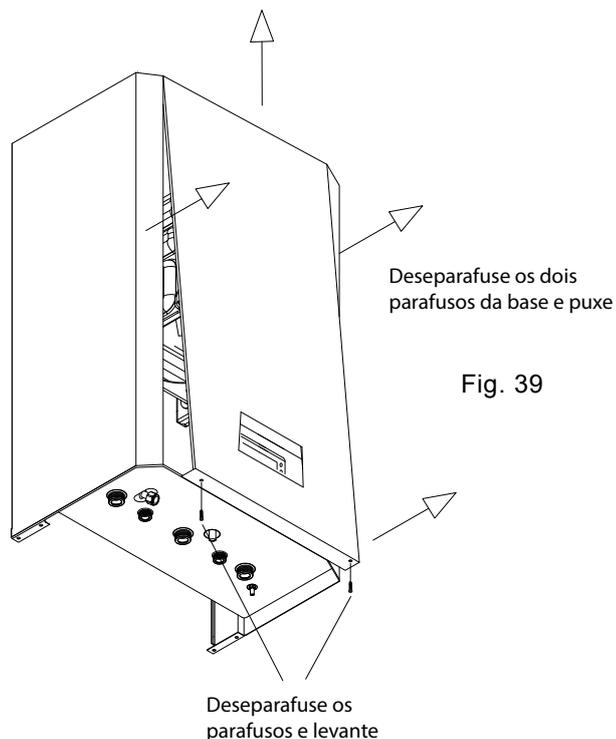
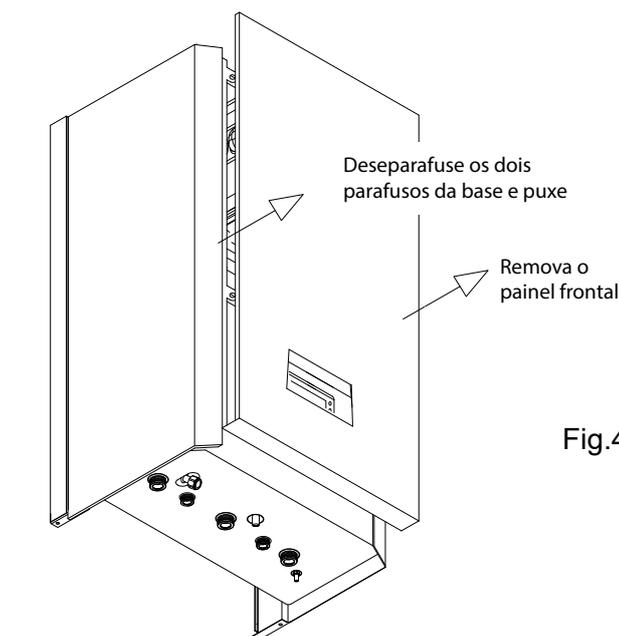

Fig. 39
Fig.40
8.3 REMOVER OS PAINÉIS LATERAIS (Fig. 40)
Retire o painel frontal (fig. 39) depois de retirar os parafuso da base. Desaparafuse os quatro parafusos no painel inferior. Desaparafuse os dois parafusos no painel lateral e puxe.
Desligue a alimentação de gás. Retire o painel frontal (fig. 39). Desaparafuse a porca do tubo de gás e remova o clipe de fixação. Desligue os cabos de alimentação do ventilador. Desaparafuse os quatro parafusos que fixam o ventilador. Puxe o ventilador para frente.
Retire o painel frontal (fig. 39). Remova o cabo dos eletrodos de ignição e/ou o cabo eletrodo de detecção. Desaparafuse os parafusos de fixação e coloque-os em um recipiente adequado para que não se percam. Retire cuidadosamente o eletrodo de ignição e/ou eletrodo de detecção da tampa do queimador, para não danificar o encaixe. Certifique-se de que a folga esteja correta e de que haja uma boa vedação quando substituídos.
Encerre a alimentação de gás. Retire o painel frontal (fig. 39).
Retire o painel frontal (fig. 39). Desconecte o cabo e remova o sensor do clip de fixação ao tubo. NOTA: Ao voltar a ligar, verifique se os fios estão colocados corretamente, tendo em conta a polaridade.
Retire o painel frontal (fig. 39). Desconecte o cabo e gire o sensor.
Retire o painel frontal (fig. 39), os painéis lateral inferior e esquerdo (fig. 40). Remova o clip de fixação e retire o tubo de plástico que liga o copo de condensados ao permutador de condensados. Desaparafuse a porca que prende o copo de condensados à câmara de combustão e remova-o. Se o painel lateral não puder ser removido, remova a válvula de gás (consulte a seção 8.9) e continue com as instruções acima.
Retire o painel frontal (fig. 39). Puxe a caixa do painel de controlo até que esteja ligeiramente fora da caldeira. Ao fazer isso, mova a caixa para frente até que a caixa de controlo fique livre. Isso permitirá o fácil acesso à parte inferior da caldeira.
Retire o painel frontal (fig. 39). Remova a caixa de controlo do painel (seção 8.22). Desconecte todos os ligadores da placa de controlo, desaparafuse os quatro parafusos e levante.
Retire o painel frontal (fig. 39). Remova o fio externo da caixa de controlo do painel. Substitua por controlo externo. **(Estes devem estar livres de tensão).**
Retire o painel frontal (fig. 39). Remova a caixa de controlo do painel (seção 8.22), ficando na posição horizontal na base da caldeira, como na fig. 52. Desaparafuse os quatro parafusos que fixam a tampa da caixa, remova a tampa. Desconecte todos os ligadores da placa de controlo, desaparafuse os quatro parafusos e retire-a. Isso permitirá fácil acesso ao display digital. Retire o cabo, desaparafuse os quatro parafusos e faça a substituição.